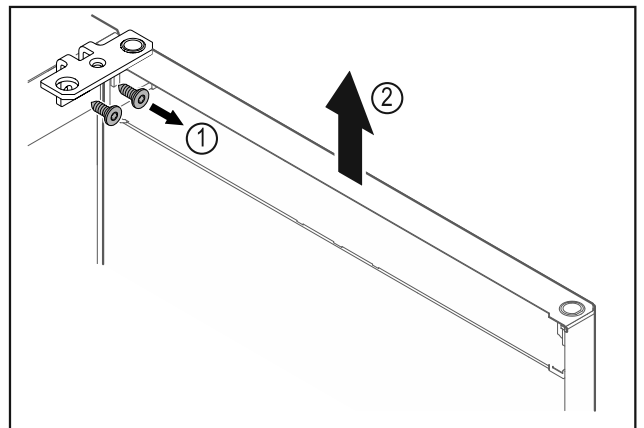

Fig. 9
- ▶ Noskrūvējiet lokāmos kronšteinus Fig. 9 (1).
- ▶ Paceliet durvis kopā ar lokāmajiem kronšteinu Fig. 9 (2) apmēram 200 mm taisni uz augšu un noņemiet tās.